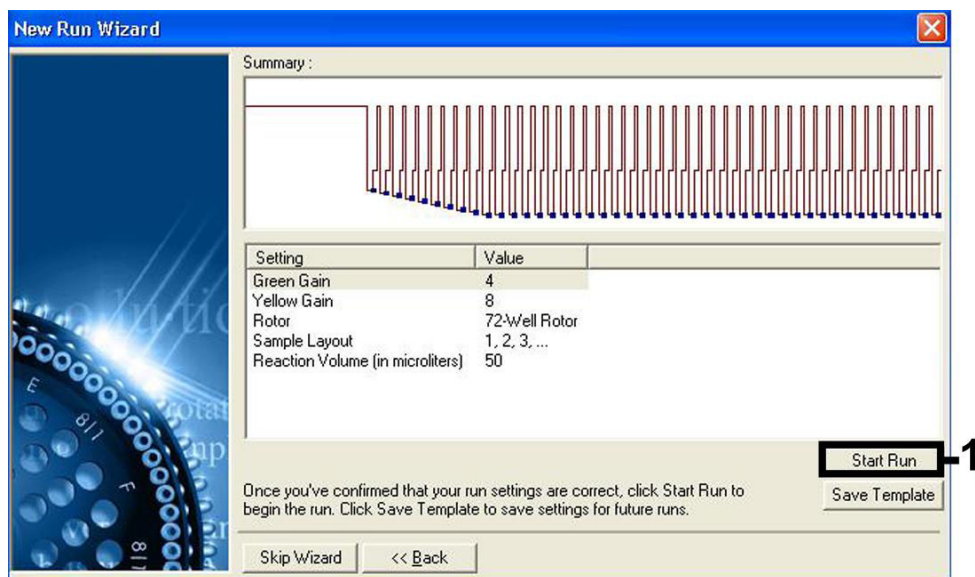

Figura 7. Avvio del processo.
| Avvio del processo | Figura 7 |
10. I valori del gain determinati con la calibrazione dei canali vengono salvati automaticamente e sono elencati nell'ultima finestra del menu della procedura di programmazione (Figura 7, pagina seguente). Fare clic su **Start Run** (Avvia processo).